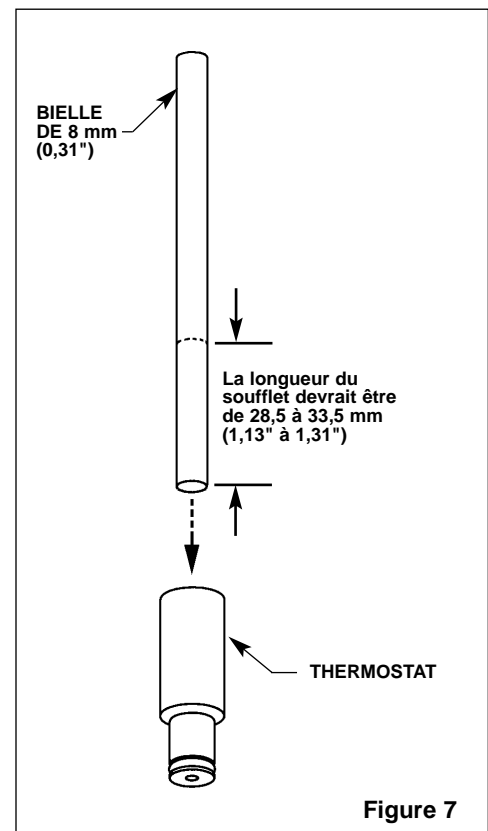

Figure 7
2. Insérer une bielle de 8 mm (0,31") de diamètre dans le soufflet du thermostat. Noter la longueur de la bielle dans le soufflet (voir Figure 7).
3. Noter la longueur du soufflet du thermostat [à température de la pièce, avec 4,45 kg / 44,5 N (10 lb) de force, la longueur du soufflet devrait être d'environ 32 mm (1,25")] (voir Figure 7).